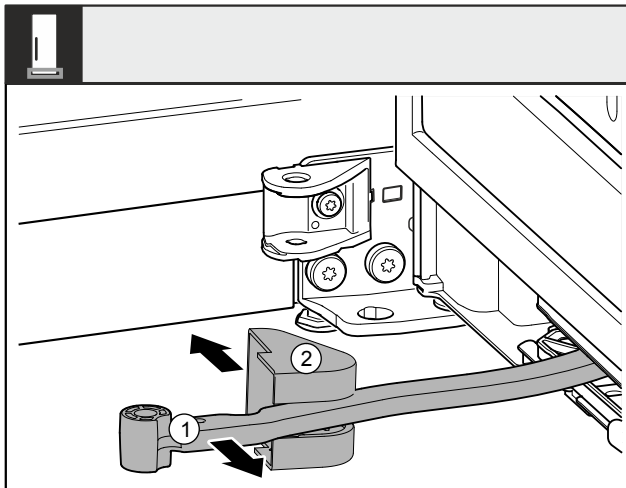

Fig. 11
- ▶ Obrócić przegub Fig. 11 (1) w kierunku drzwi.
- ▶ Usunąć osłonę płytki zawiasu Fig. 11 (2).